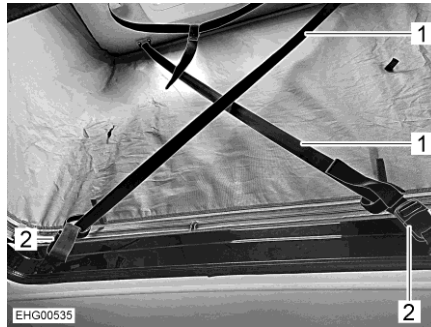

Bild 75 Vindsäkring
- Dra ut båda säkerhetsremmarna helt (Bild 75,1).
- Haka fast säkerhetsremmarna diagonalt på bättlåsen (Bild 75,2).